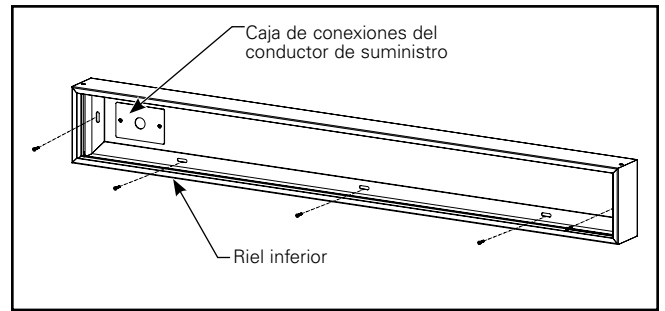

Figura 11.
**Nota:** Se recomienda montar la caja de modo que la caja de conexiones del conductor de suministro esté ubicada en un extremo de la caja. Esto asegurará que haya suficiente espacio libre dentro de la caja para un exceso de conducto de metal flexible. (Figura 11.)
B3. Fije la caja a la pared usando el hardware apropiado (no incluido) para asegurar ambos rieles cortos y el riel largo inferior a la superficie. Asegúrese de que la caja permanezca cuadrada durante el montaje. El espacio de las ranuras de montaje es de 16 pulgadas de centro a centro. (Figura 11.)